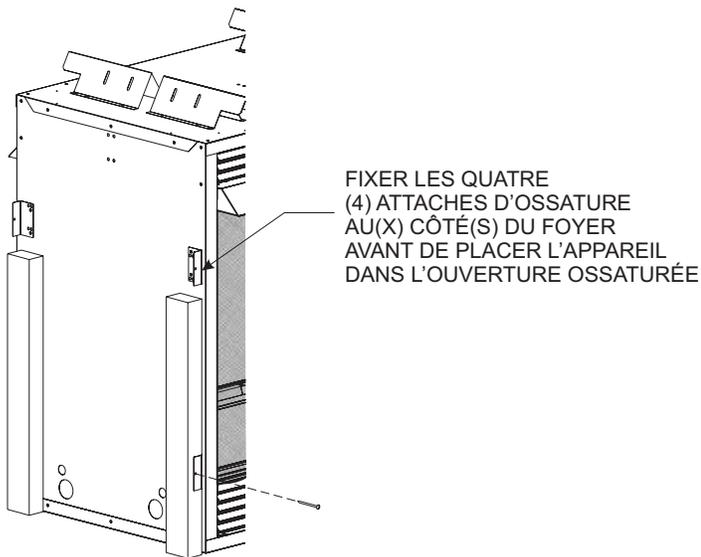

Figure 13
Placer le foyer dans l'ouverture ossaturée. Poser les attaches d'ossature sur le foyer et les fixer à l'ossature. Différents trous de fixation sont prévus, pour des épaisseurs de matériau de finition de 3/8 po, 1/2 po et 3/4 po. Fixer les attaches avec les vis fournies, en utilisant deux (2) vis par attache d'ossature. **Voir Figure 13.**